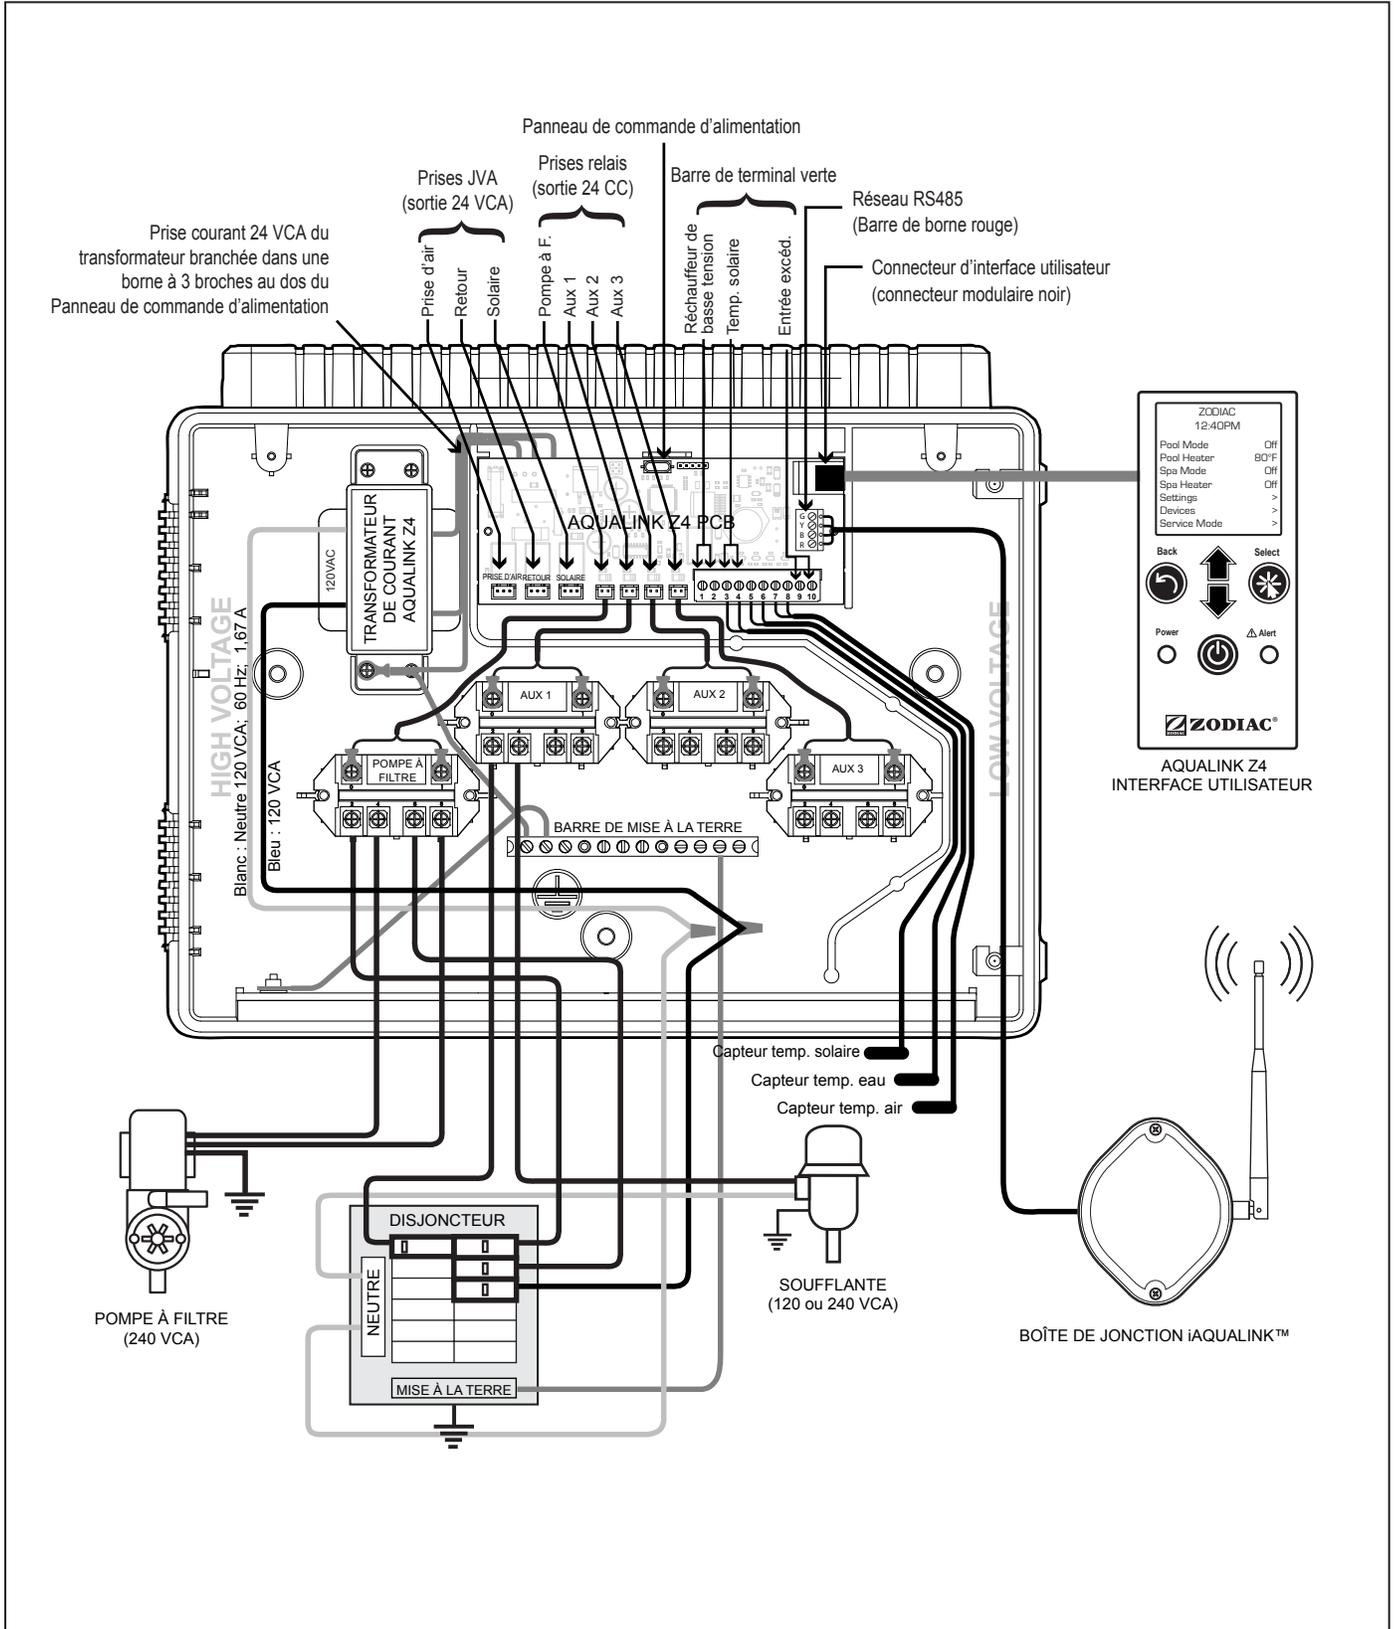

Figure 2. Schéma de câblage électrique du régulateur de l'AquaLink Z4
**REMARQUE** Voir Figure 2. Schéma de câblage électrique de l'AquaLink Z4 pour les emplacements spécifiques des câbles et des raccordements.
Câbler les sondes de température sur la terminaison verte 10 broches (voir Figure 2. Schéma de câblage). La sonde de température de l'air est installée en usine sur la terminaison verte 10 broches (broches 7,8). La sonde de température d'eau et le matériel nécessaire à l'installation sont compris.
Si un équipement basse tension supplémentaire est installé, tel qu'un réchauffeur basse tension, brancher aux broches 1 et 2 de la terminaison verte à 10 broches (voir Figure 2. Schéma de câblage).
Câbler l'appareil iAquaLink sur la terminaison rouge RS-485 (voir Figure 2. Schéma de câblage).
3. Brancher les JVA comme illustré dans la figure 2. Schéma de câblage.